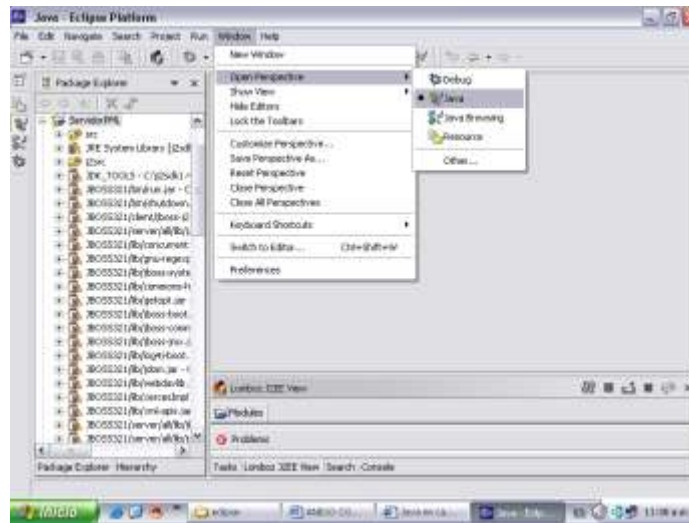

Figura 6 Menú Windows > Open Perspective > Java
- Menú **Windows > Open Perspective > Java** como se ve en la figura 6.